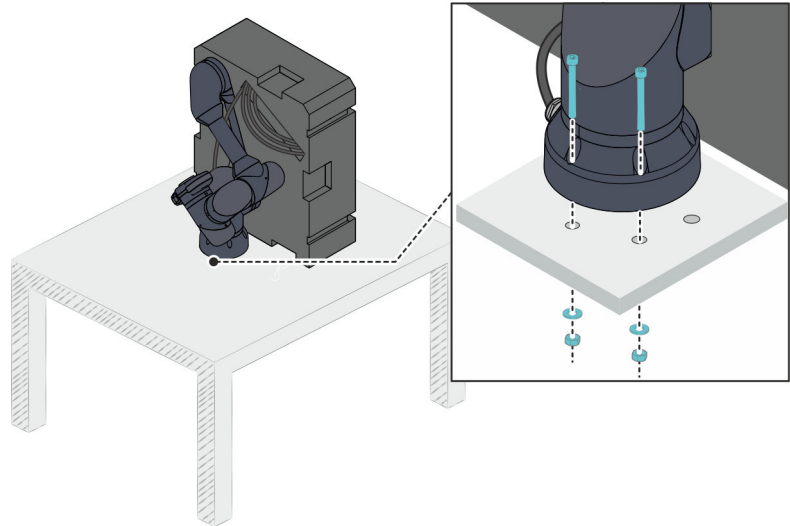

Abb. 96 Schraubverbindung lösen (Teil 2)
06. Mit dem Steckschlüssel die 2 verbliebenen Kontermuttern (M8) an der Tischunterseite gegen den Uhrzeigersinn lösen Abb. 96.
07. Die zugehörigen 2 Unterlegscheiben und Schrauben vom Roboterfuß entfernen Abb. 96.